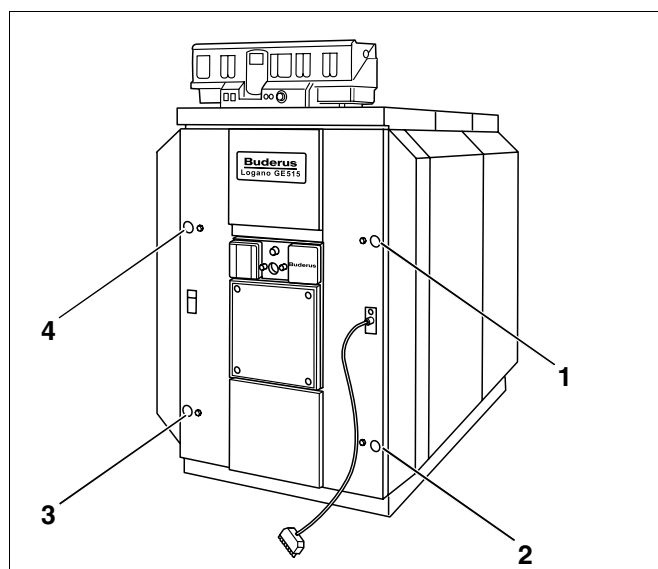

Fig. 65 Fixation de la porte brûleur
- Desserrer les quatre vis qui servent à fixer la porte du brûleur sur l'élément avant (fig. 65, pos. 1 -4).